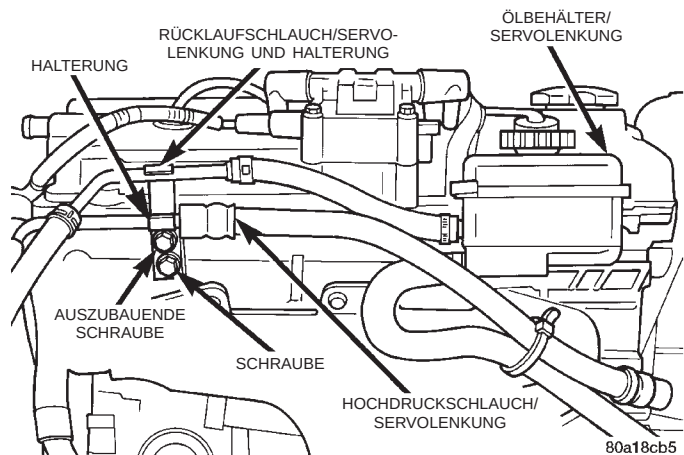
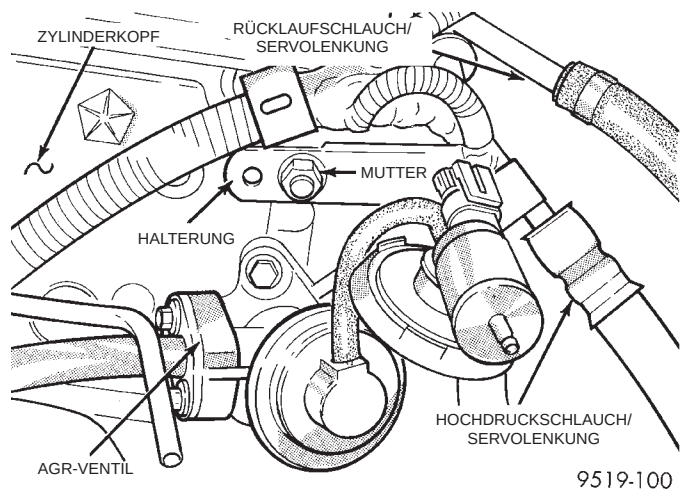
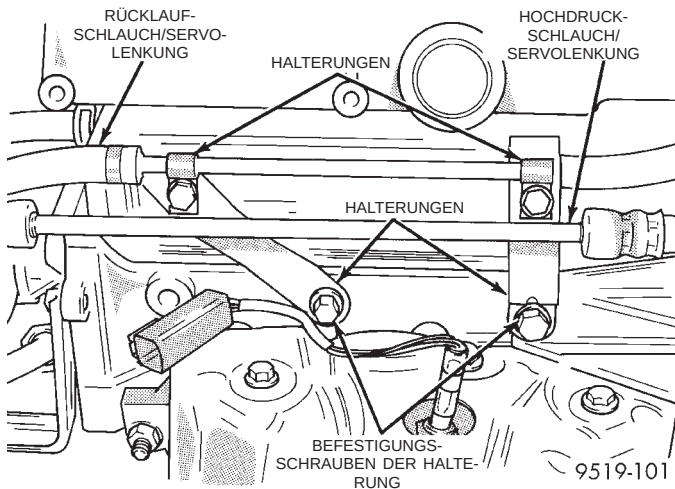
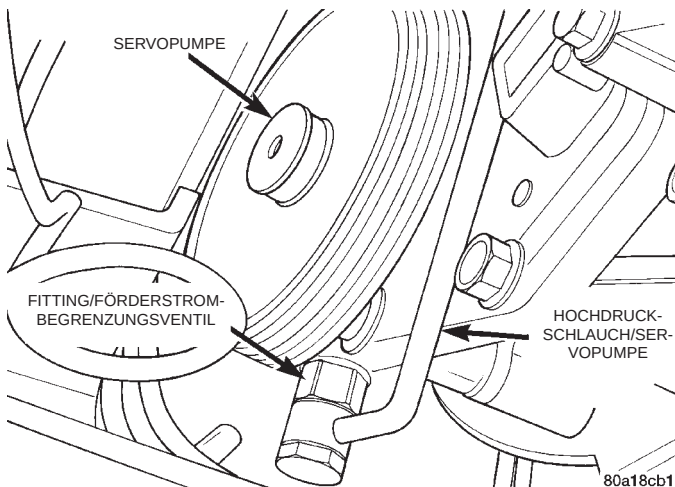

**Abb. 10 Verlegung der Servolenkungsschläuche beim 2.4L-Motor**
**Abb. 11 Befestigung des Hochdruckschlauchs am Zylinderkopf**
**Abb. 12 Verlegung der Servolenkungsschläuche beim 2.5L-Motor**
**Abb. 13 Hochdruckanschluß der Servopumpe**
(4) **Bei Fahrzeugen mit 2.4L-Motor** die Halterung des Hochdruckschlauchs von der Halterung des Rücklaufschauchs an der Motorrückseite abschrauben (Abb. 10). Dann die Mutter lösen, mit der die Halterung des Hochdruckschlauchs an der Seite des Zylinderkopfs befestigt ist (Abb. 11).
(5) **Bei Fahrzeugen mit 2.5L-Motor** die beiden Halterungen (Abb. 12) lösen, mit denen der Rücklaufschauch an den Halterungen des Hochdruckschlauchs befestigt ist. Dann die beiden Schrauben lösen, mit denen die Halterungen des Hochdruckschlauchs am Zylinderkopf befestigt sind (Abb. 12).
(6) Bei Fahrzeugen mit 2.4L-Motor den Schlauchbinder (Abb. 10) entfernen, mit dem der Ölzufuhrschlauch am Hochdruckschlauch befestigt ist.
(7) Hochdruckschlauch von der Servopumpe abschrauben (Abb. 13).
(7) Hochdruckschlauch an der Auslaßöffnung der Servopumpe montieren (Abb. 13). **Hochdruckanschluß noch nicht festziehen.**
(8) Den Hochdruckschlauch korrekt verlegen, ohne ihn zu knicken oder einzuklemmen. Halterungen des Hochdruckschlauchs am Motor anschrauben (Abb. 12), (Abb. 11) und (Abb. 10).
(10) Das Fitting des Hochdruckschlauchs an der Servopumpe so positionieren, daß der Hochdruckschlauch nirgendwo an der Karosserie anliegt. Das Fitting gegen Mitdrehen sichern (Abb. 13) und die Hohlsschraube mit einem Anzugsmoment von 34 N·m (25 ft. lbs.) festziehen.
(11) Den vorderen Querträger und das Lenkgetriebe zusammen anheben und im Fahrzeug montieren. Anleitungen und weitere Informationen zum Einbau des Querträgers finden Sie im Abschnitt "Lenkgetriebe einbauen" in diesem Kapitel.
(12) Den Schlauchbinder (Abb. 10) einbauen, mit dem der Ölzufuhrschlauch am Hochdruckschlauch befestigt wird.
(13) Fahrzeug absenken.
(14) Motor anlassen und einige Sekunden laufen lassen. Dann den Motor abstellen.
(15) Ggf. Servoöl nachfüllen. Diesen Vorgang so lange wiederholen, bis der Ölstand nach dem Abstellen des Motors konstant bleibt.
(16) Fahrzeug vorn anheben. Die Vorderräder dürfen den Boden nicht mehr berühren.
(17) Motor anlassen. Das Lenkrad langsam nach links und rechts drehen, bis es gerade den Anschlag berührt. Dann den Motor wieder abstellen.
(18) Ggf. Servoöl nachfüllen.
(19) Fahrzeug absenken. Motor anlassen und das Lenkrad langsam von Anschlag zu Anschlag drehen.
(20) Motor abstellen. Ölstand prüfen und ggf. Servoöl nachfüllen.
(21) Wenn das Servoöl stark schäumt, das Fahrzeug einige Minuten abkühlen lassen und die vorstehenden Schritte wiederholen.
(22) Nach dem Einbau des Schlauchs alle Schlauchanschlüsse auf Dichtigkeit prüfen.